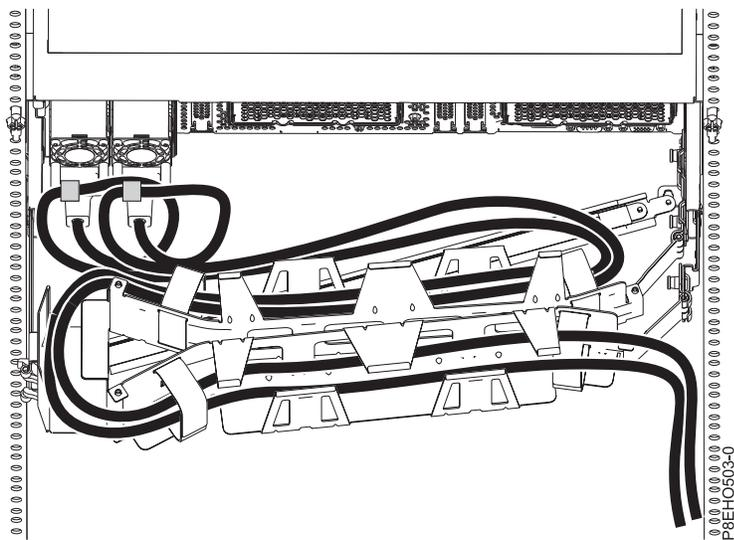
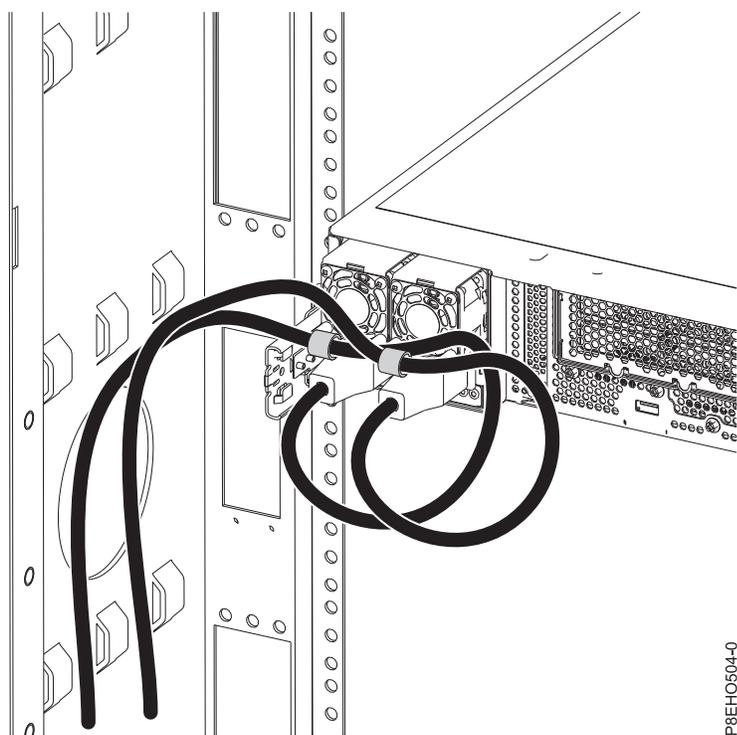

図 126. ケーブル・マネジメント・アームで配線する電源コードのループ： 電源コードは反時計方向にループして右側に配線します。
図 127. 側壁に沿って配線する電源コードのループ： 電源コードは反時計方向にループして左側に配線します。
3. 電源コードにラベルを付け、電源装置ハンドルから切り離します。電源コードを電源装置のハンドルに留めている面ファスナーを外します。電源コードがどのようにループしているかに注意してください。電源コードを再接続するときに、同じループにする必要があります。ループには 2 つのタイプがあり、137 ページの図 126 と 137 ページの図 127 に詳しく示しています。